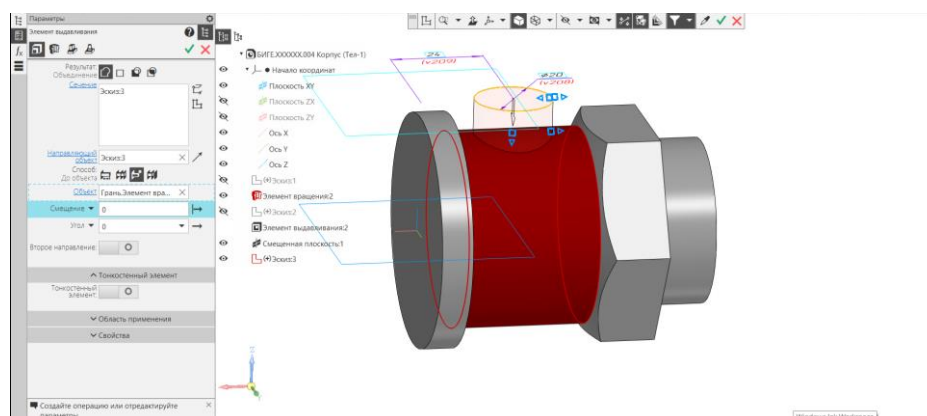

Рис. 10 Выполнение команды Элемент выдавливания 3
- **Твердотельное моделирование – Элементы тела – Элемент выдавливания.** Параметры операции Элемент выдавливания: результат операции – Объединение; сечение – Эскиз 3; направляющий объект – Эскиз 3; способ выдавливания – до объекта (элемент вращения 2) (рис. 10).